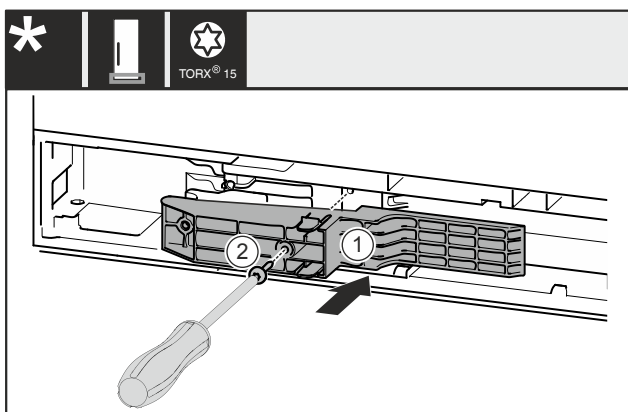

Fig. 51 *
- ▶ Вставте деталь адаптера Fig. 51 (1) в отвір з боку ручки.*
- ▶ За допомогою викрутки закрутіть гвинт Fig. 51 (2).*